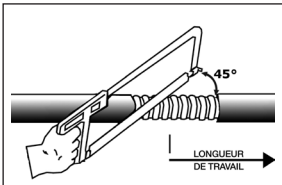

Figure 1
- Déterminer la longueur de travail (la longueur de conducteur requise à l'intérieur du boîtier ou de l'appareil). Enlever une partie de la gaine extérieure pour exposer l'armure et la couper à l'aide d'une scie à métaux (Figure 1). **ATTENTION de ne pas endommager ou couper la gaine des fils conducteurs.**